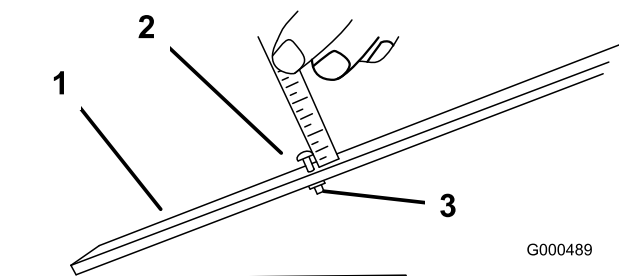

Figure 55
3. Desserrez l'écrou du gabarit (Figure 55) et tournez la vis de réglage de manière à obtenir la hauteur de coupe voulue. L'écartement entre la base de la tête de la vis et la face du gabarit correspond à la hauteur de coupe.